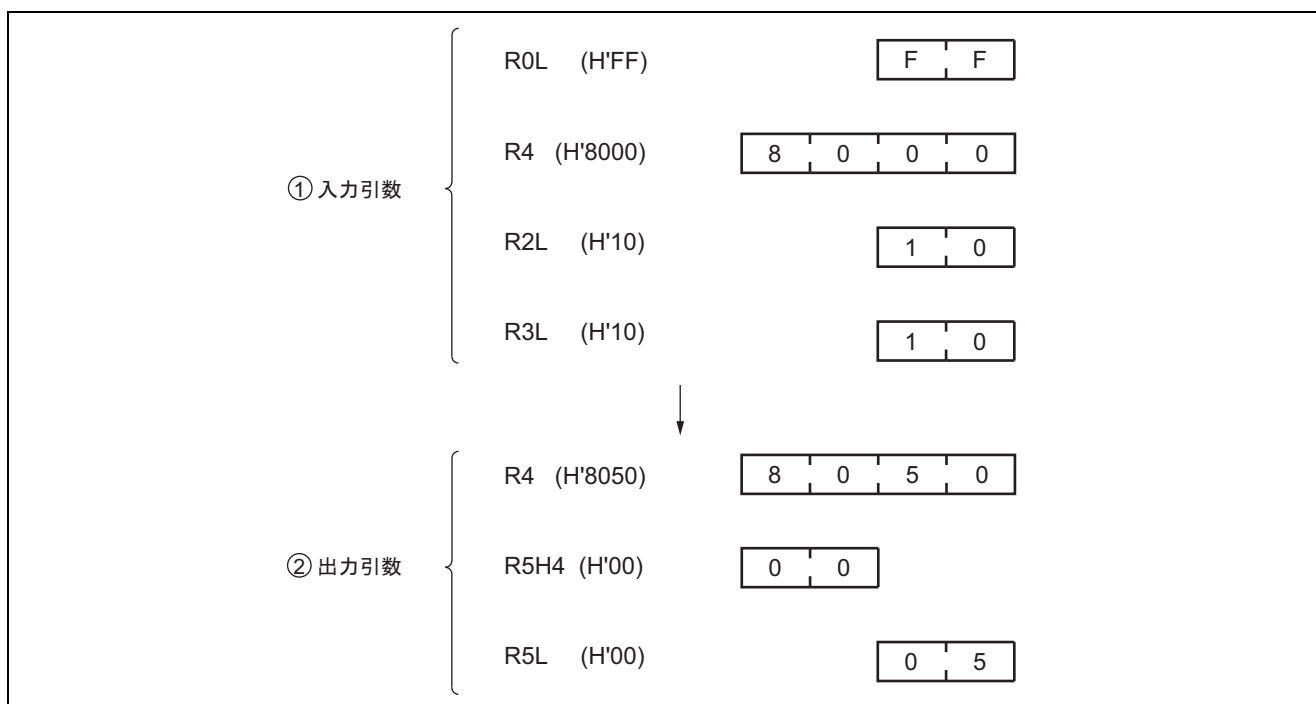

図 1 ソフトウェア ARRAY の実行例
仕様のクロックサイクル数は、図 1 の例を実行した時の値です。
2. 図 1 にソフトウェア ARRAY の実行例を示します。